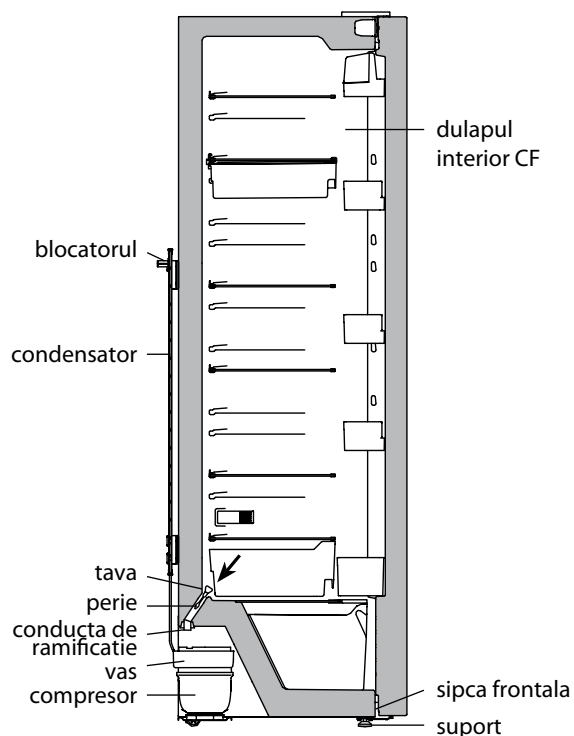

Figura 8 – Schema de scurgere a apei topite din CF
4.1 Frigiderul foloseste un sistem automat de dezghetare. Bruma, ce apare pe peretele din spate al CF, se topeste in ciclul de dezghetare atunci cind compresorul este oprit si se transforma in picaturi de apa. Picaturile de apa topita se scurg in tava conform figura 8, apoi prin conducta de ramificatie se scurge in vasul compresorului si se evaporaza. In tava este instalata o perie, conceputa pentru a elimina colmatarea sistemului de drenaj.
– spalati peria si instalați-o in conformitate cu figura 8.